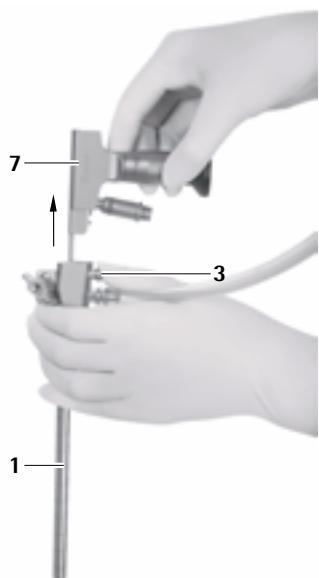

Fig. 11
- Tryck in urkopplingsknappen 3 och dra ur endoskopet 5 ur MINOP inVent-troakaren 1, se Fig. 11.